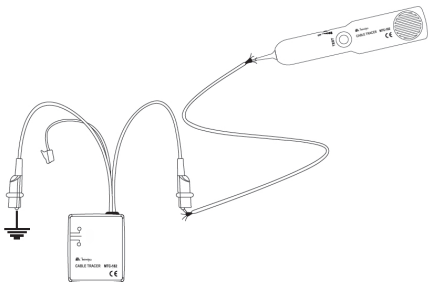

Figura 2
3. Conecte a garra vermelha no fio ou cabo em teste, e a garra preta em um terra independente (Figura 2).